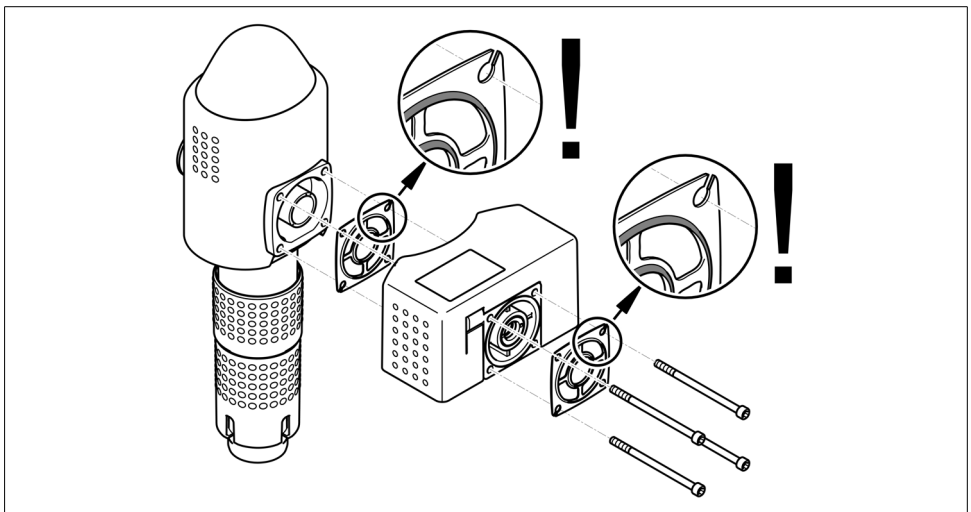

Abb. 3: Profilflanschdichtungen mit Profil zum Anschlussflansch hin
- Das Profil der Profilflanschdichtungen muss nach hinten, zum Anschlussflansch hin, zeigen (siehe Abb. 3).
- Das Profil der Profildichtungen muss nach hinten, zum Anschlussflansch hin, zeigen (siehe Abb. 3).